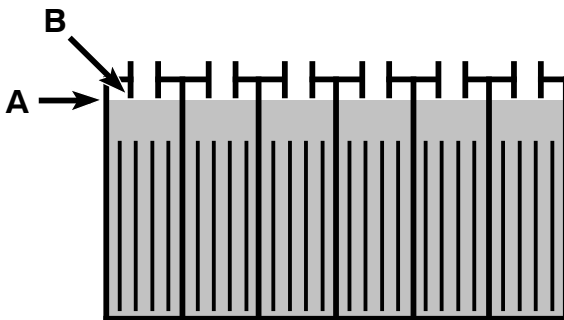

FIG. 25
8. Batteries plomb-acide: après le chargement, vérifiez le niveau d'électrolyte (A) des batteries. Le niveau doit se trouver environ à 1 cm du bord inférieur de l'orifice de remplissage (B) (Figure 25). Ajoutez de l'eau distillée si nécessaire. NE REMPLISSEZ PAS TROP.